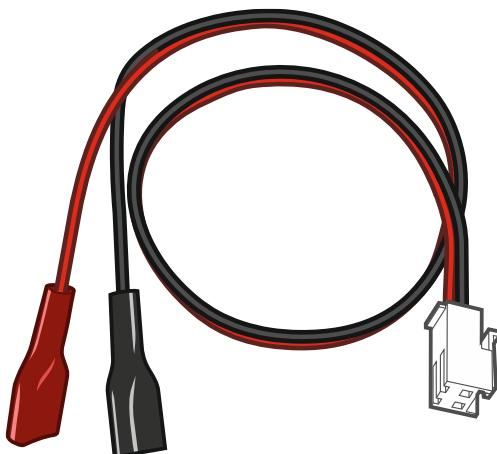

Fig. 2. Cables para conectar la batería (rojo +, negro -).
② pins de REINICIO que en caso de emergencia permiten activar la central (ver: «Procedimiento de emergencia de activación de la central» p. 14).
③ puerto RS-232 (TTL).
④ conector para conectar los cables a la batería. los cables van incluidos (fig. 2).
- ⑤ cable con el conector para conectar antena. Si la central ya viene montada en una caja de plástico puedes usar la antena diseñada para el montaje en el interior de la caja. Si la central ya viene montada en una caja de metal, usa la antena diseñada para el montaje sobre la caja o para el montaje a cierta distancia de la caja.
- ⑥ diodo LED SIM1. Encendido si está activa la tarjeta instalada en la ranura SIM 1.
- ⑦ diodo LED SIM2. Encendido si está activa la tarjeta instalada en la ranura SIM 2.
- ⑧ ranura SIM1 para instalar la primera tarjeta SIM.
- ⑨ ranura SIM2 para instalar la segunda tarjeta SIM.
- ⑩ conector de comunicación para conectar el módulo PERFECTA-RF.
- ⑪ conector de tipo mini-jack para conectar el micrófono.